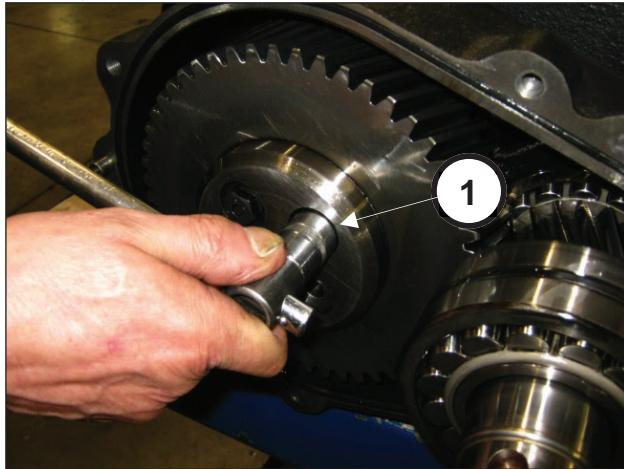
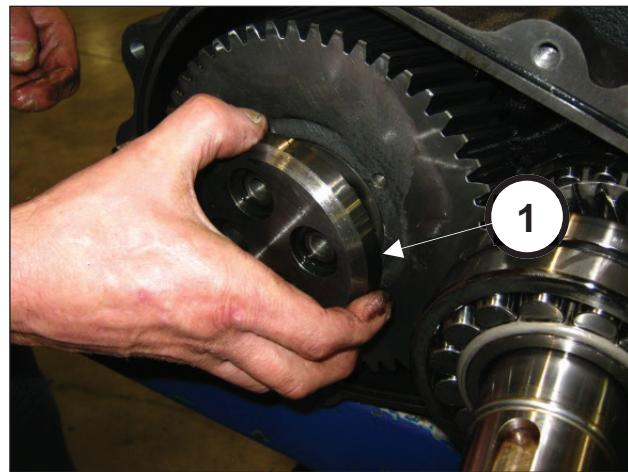

Fig. 10
Fig. 11
Al terminar la operación, quitar la tapa del reductor. Aflojar los tornillos que fijan el tope de la corona (pos. ①, Fig. 10) y desmontarlo (pos. ②, Fig. 11).